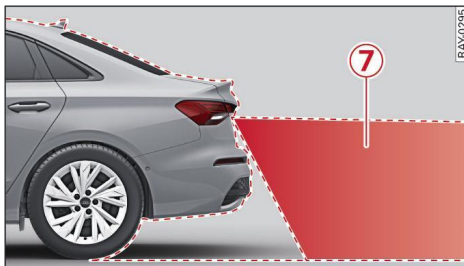
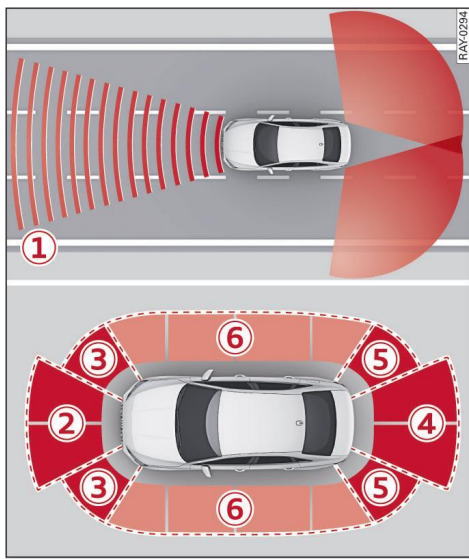

Fig. 93 Zona de detección de la cámara de marcha atrás
Fig. 92 Zonas de detección de los sensores
Dependiendo del equipamiento se puede detectar el entorno delante y detrás del vehículo ⇒ *fig. 92* ①.
Dependiendo del equipamiento del vehículo, los sensores de ultrasonido permiten representar diferentes zonas en el MMI ⇒ *fig. 92*.
La cámara de marcha atrás solo puede captar la zona marcada en rojo ⑦ ⇒ *fig. 93*. En la pantalla central se muestra únicamente esta zona ⇒ ⚠.
- Las zonas de detección de los sensores ⇒ *fig. 92* y las cámaras ⇒ *fig. 93* son representaciones gráficas y no suponen una representación a escala fidedigna del alcance.